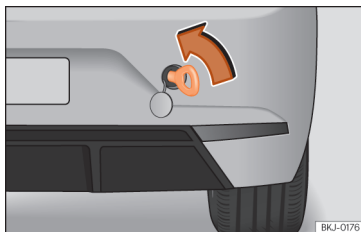

Fig. 159 No lado direito do para-choques traseiro: argola de reboque enroscada.
- Enrosque a argola de reboque no alojamento girando-a ao máximo **no sentido contrário ao dos ponteiros do relógio** »» Fig. 159, »» Página 268. Utilize um objeto adequado com o qual possa enroscar completa e firmemente a argola de reboque no seu alojamento.